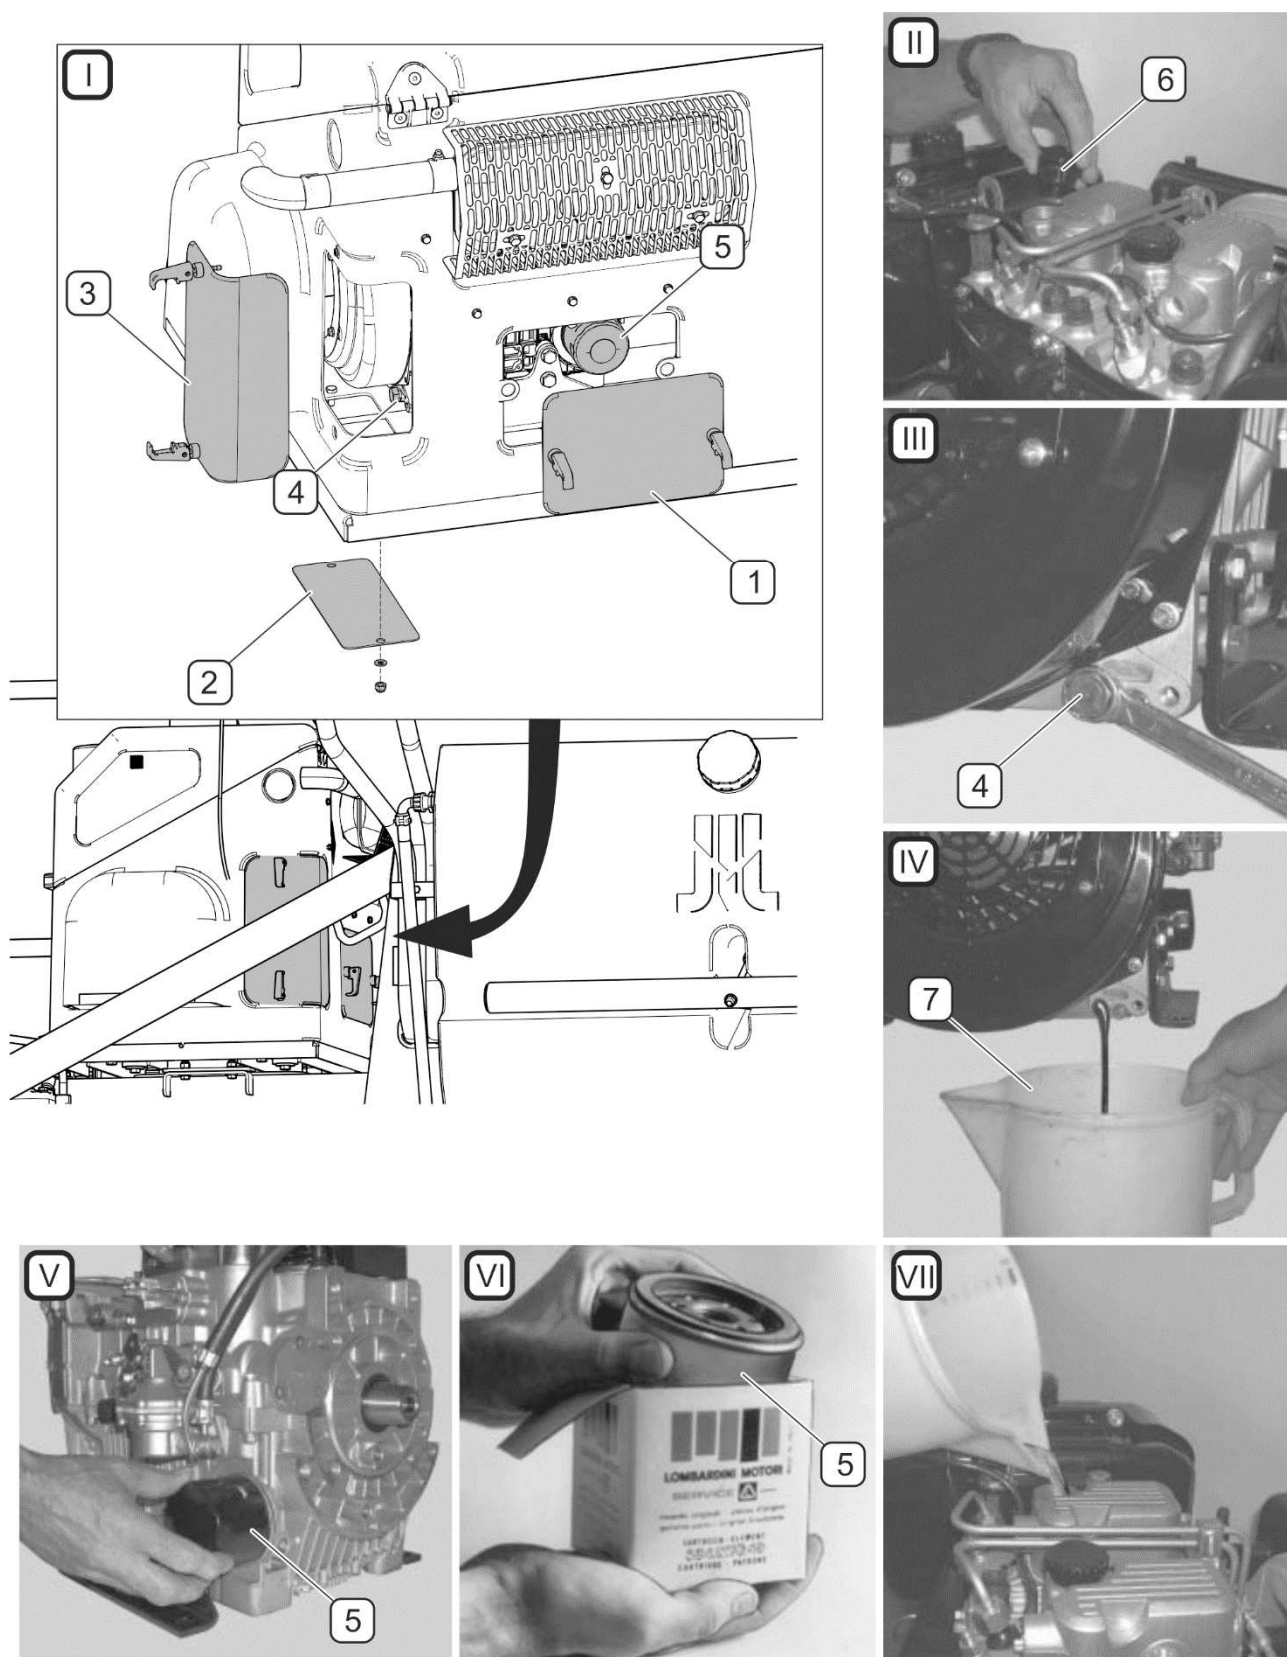

РИСУНОК 5.3 Замена масла в двигателе и масляного фильтра
- Снять крышки (1,2,3) (РИСУНОК 5.3).
- Отвинтить заливную пробку (6), отвинтить сливную пробку (4) и слить масло в заранее подготовленную емкость (7).
- Очистить поверхность вблизи масляного фильтра на блоке двигателя от загрязнений и отвинтить загрязненный фильтр (5).
- Проверить правильность положения уплотнительной прокладки в фильтре, смазать ее небольшим количеством масла и вручную довинтить новый масляный фильтр (5).
- Вставить новое уплотнительное кольцо и затянуть сливную пробку (4).
- Залить в двигатель рекомендованное свежее масло через горловину для заливки масла до рекомендованного уровня и завинтить пробку заливной горловины (6).